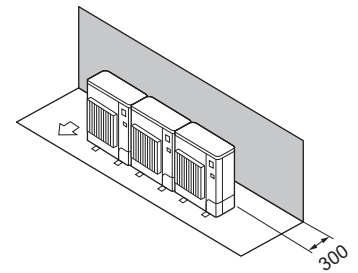

Fig. 2-13
- (7) Enbart hinder på baksidan, sidorna och ovsidan (Fig. 2-13)
- (1) Enbart hinder på baksidan (Fig. 2-13)